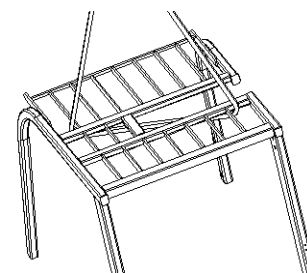

Рис. 2-40
(2) Места крепления защитного ограждения представлены на Рис. 2-40